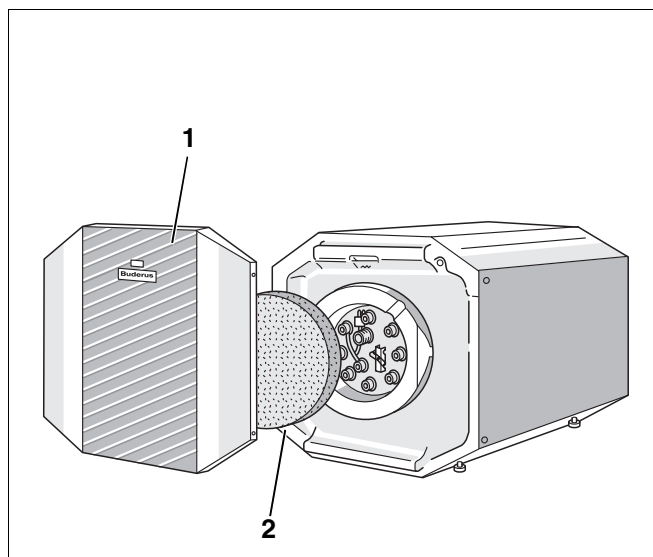

Рис. 4 Подготовка бака к установке датчиков
- Снять переднюю стенку бака (рис. 4, поз. 1), подав вперед, и удалить теплоизоляционный диск из мягкого пенопласта (рис. 4, поз. 2).